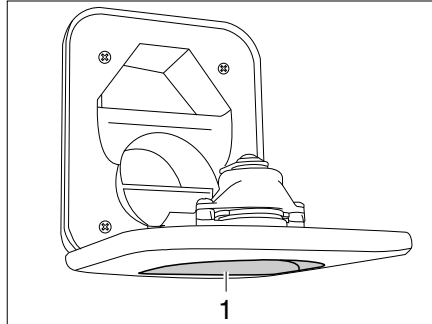

Fig. 143 Bec de remplissage d'eau fraîche pour les toilettes
- Ouvrir le bec de remplissage d'eau fraîche pour les toilettes (Fig. 143,1) au-dessus du portillon de la cassette Thetford et le faire pivoter vers le bas.